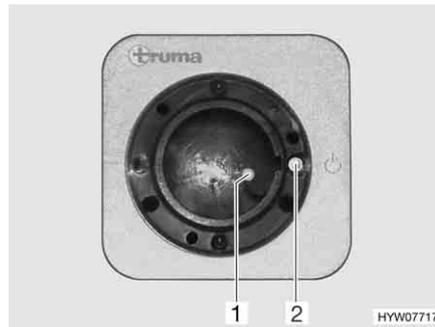
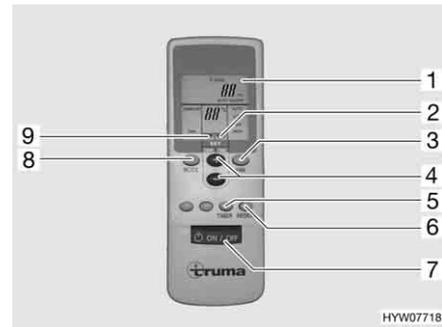

Bild 138 Empfänger
Bild 139 Fernbedienung
- Am Schalter (Bild 139,7) die Fernbedienung einschalten. Die grüne Kontroll-Leuchte (Bild 138,1) zeigt den Kühlbetrieb an.
- Die gewünschte Betriebsart mit der Taste (Bild 139,8) einstellen.
- Bei Bedarf mit den Tasten (Bild 139,3 und 4) die gewünschte Gebläseleistung und Raumtemperatur einstellen. Der Pfeil (Bild 139,9) zeigt den gewählten Einstellmodus an.
- ▷ Am Empfänger befindet sich ein zusätzlicher Tastschalter (Bild 138,2), mit dem die Klimaanlage auch ohne Fernbedienung aus- oder eingeschaltet werden kann. Wenn die Klimaanlage über diesen Tastschalter eingeschaltet wird, dann wird automatisch die zuletzt auf der Fernbedienung eingestellte Betriebsart gewählt.
- Zum Ausschalten die Taste (Bild 139,7) auf der Fernbedienung erneut drücken.
- Zum Programmieren die Klimaanlage mit der Taste (Bild 139,7) auf der Fernbedienung einschalten.
- Mit den Tasten (Bild 139,8, 3 und 4) die gewünschte Betriebsart und Raumtemperatur einstellen.
- Mit der Taste (Bild 139,5) die gewünschte Funktion (Bild 139,1) auswählen:
- Mit den Tasten (Bild 139,4) die gewünschte Schaltzeit wählen (1 bis 15 Stunden). Der Pfeil (Bild 139,2) blinkt und zeigt den Einstellmodus an.
- ▷ Mit der Taste (Bild 139,6) werden die Einstellungen der Fernbedienung wiederholt an den Empfänger gesendet.